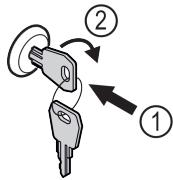

Fig. 167
- Вставьте ключ Fig. 167 (1).
- Поверните ключ на 90° по часовой стрелке Fig. 167 (2).